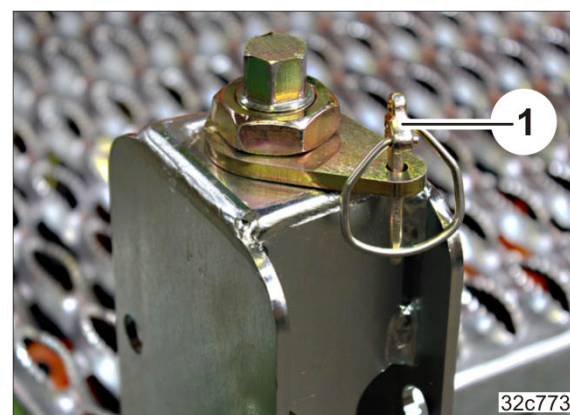

Fig. 190
4. Die Einstellung mit einem Klappstecker (Fig. 190/1) sichern.